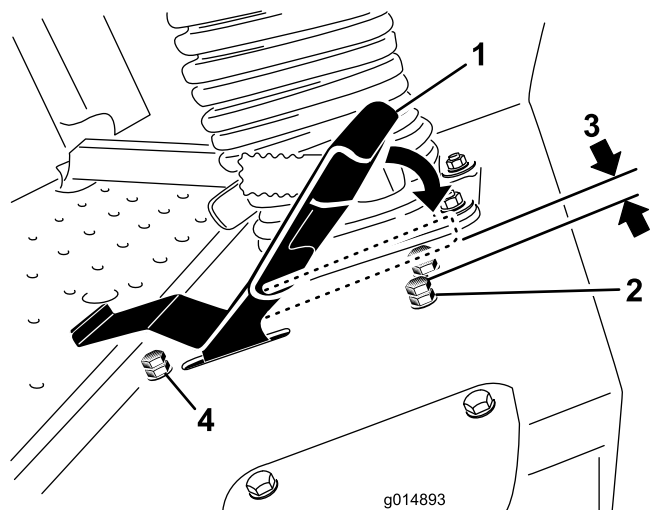

図 47
3. 走行ペダルのストップボルトについているジャムナットをゆるめる (図 47)。